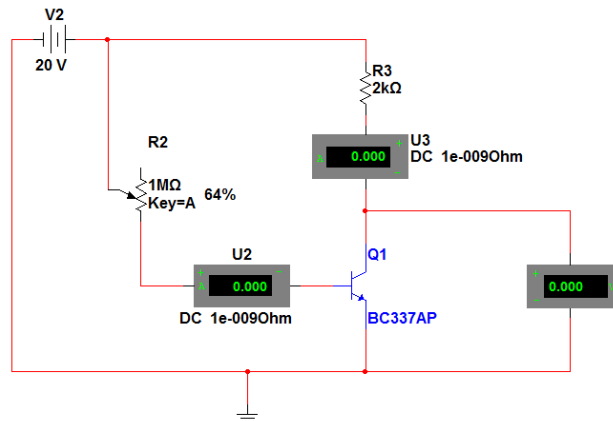

Figura 2.3 – Circuito do experimento 2.5.2: polarização da base. O potenciômetro na base ajuda a polarizar o transistor
- a) Monte no protoboard o circuito da Figura 2.3.